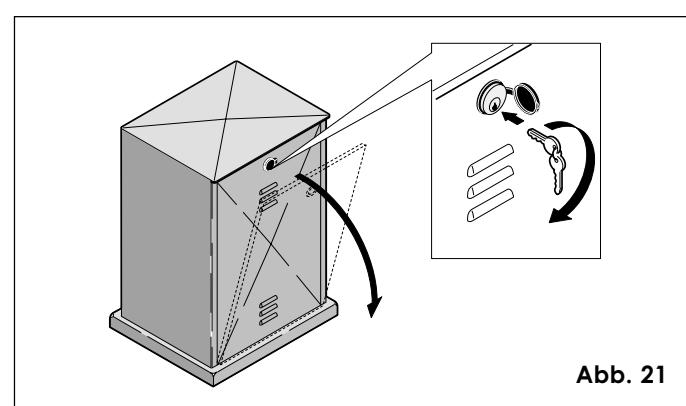

Abb. 21
- Die Klappe am Schutzgehäuse mit dem mitgelieferten Dreieckschlüssel öffnen (s. Abb. 21).